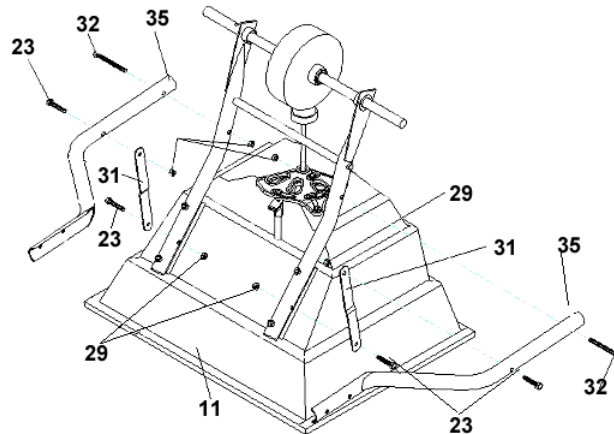

Abbildung 4
- Befestigen Sie die unteren Verbindungsrohre (35) mit den Schrauben M6x50 (32) und den Sicherungsmuttern M6 (29) an den bereits vormontierten Radgestellrahmen (18 & 32).
- Nehmen Sie die Strebe (31) und schieben durch die Bohrungen dieser Strebe die Schrauben M6x35 (23).
- Fixieren Sie die Strebe (31) mit den Sicherungsmuttern (29) an der Kupplungsaufnahme und dem Radgestellrahmen (siehe Abbildung 4).